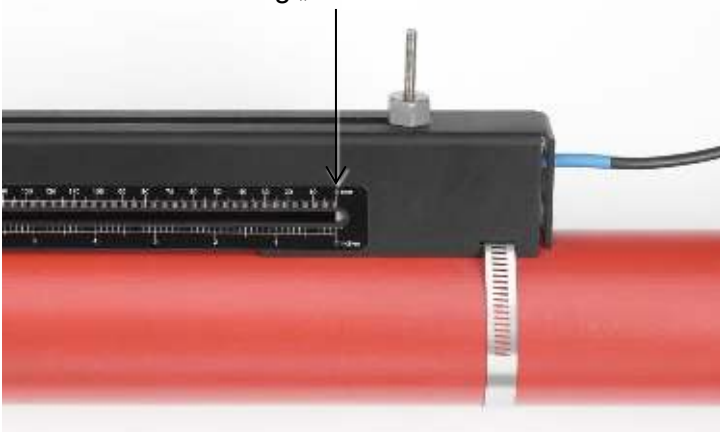

Abbildung 14 Ausrichtung der Kante des nachgelagerten Messwandlers (blau) auf die Markierung „0“ auf der Linealskala
5. Schieben Sie die nachgelagerte Messwandlerbaugruppe vorsichtig entlang der Führungsschiene, bis die Innenseite des Messwandlers auf die Markierung „0“ auf der Linealskala ausgerichtet ist (Abbildung 14).